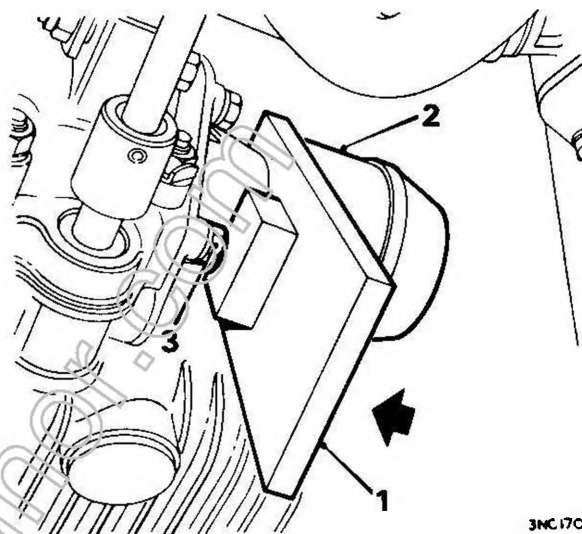

Fig. G.15
3. Montare l'attrezzo 18G 1240 e farlo scorrere tra il giunto ed il coperchio del differenziale. Il blocchetto dell'attrezzo deve trovarsi dal lato del bullone di bloccaggio del coperchio. Fig. G.15.
4. Per separare il giunto, dare un colpo secco all'attrezzo nel senso della freccia. Ved. Figura G.15.